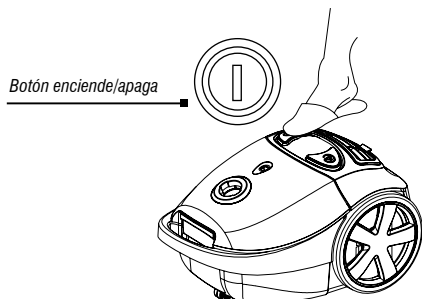

Fig. 8 – Encender/apagar la aspiradora de polvo
- Presione levemente el botón enciende/apaga para accionar el Aspirador de Polvo APV 1203 VONDER, de acuerdo a como se muestra en la Fig. 8. Para apagar, basta presionar el botón una vez más;